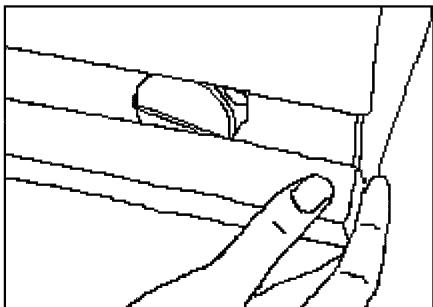

Fig. 10
- Retirez la plinthe en la poussant manuellement vers le haut à l'aide des griffes, puis en la tirant vers vous (fig.10).